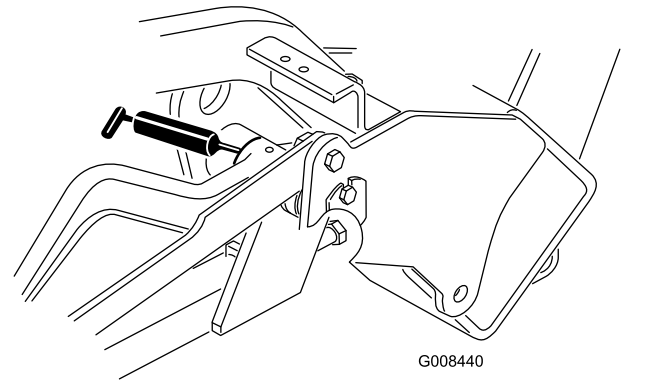

Figura 29
- Brazos de elevación (3) (Figura 29)